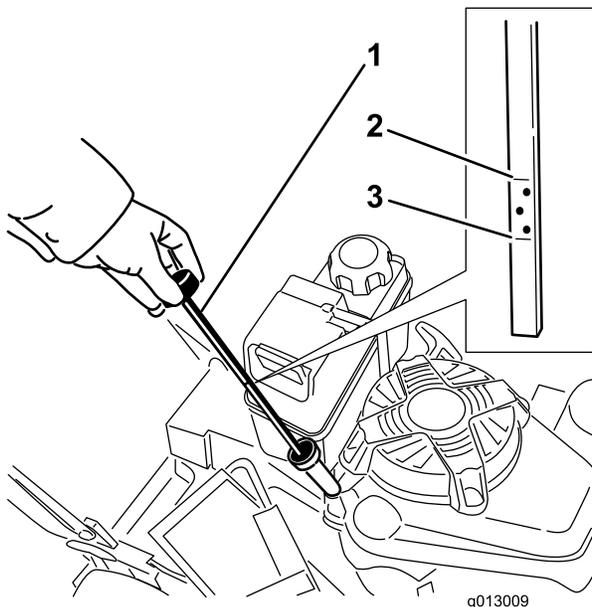

Figure 24
6. Tournez le bouchon dans le sens antihoraire et sortez la jauge (Figure 24).
12. Observez le niveau d'huile indiqué par la jauge (Figure 24).